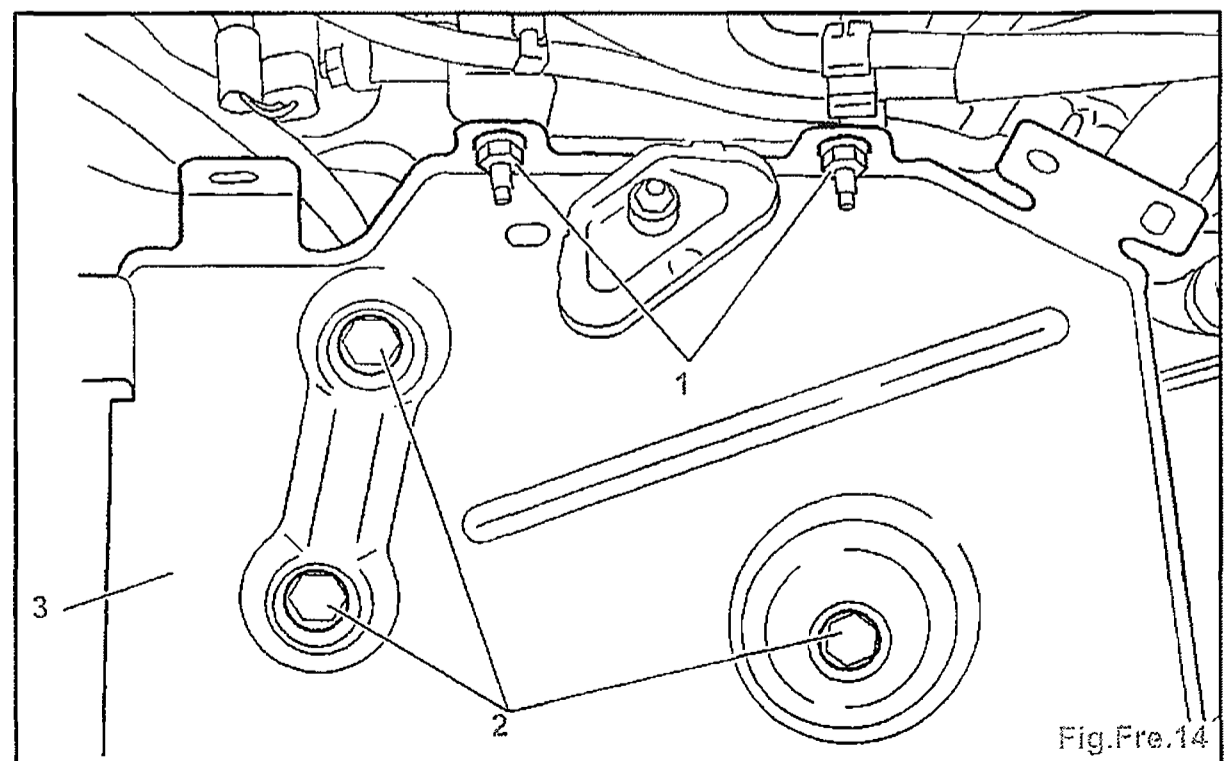

Fig.Fre.14
- Déposer (Fig.Fre.14) :
- les écrous (1),
- les vis (2),
- le support batterie (3).